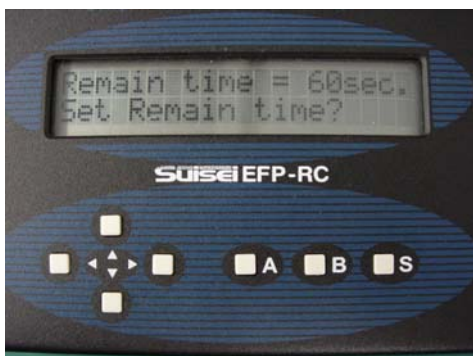

図 5.7 コマンド実行終了時タイマー
- ⑧ **↑+A+B+S** : メニューファイル選択モード
- ⑨ **↑+S** : コマンド実行終了時タイマー (**↑ ↓** で変更, **B** で中断) (図 5.7)